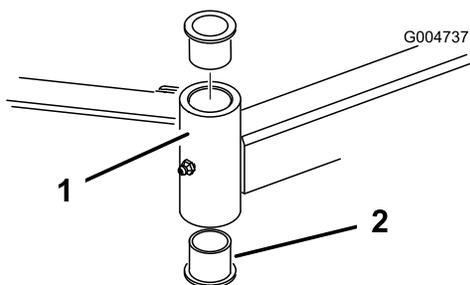

Figura 74
5. Inserite un punteruolo nella parte superiore o inferiore del tubo di fissaggio, e spingete la boccola fuori del tubo (Figura 74).